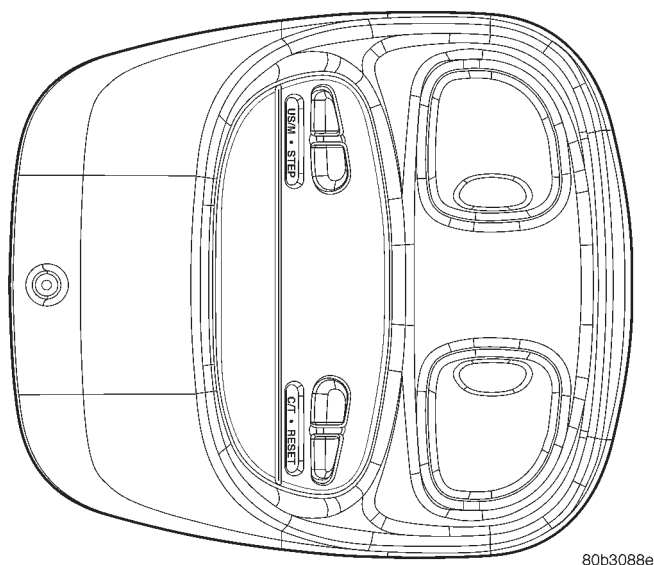

Abb. 1 Mini-Konsole ohne Universal-Fernbedienung
(1) Mini-Konsole (Abb. 1) mit: